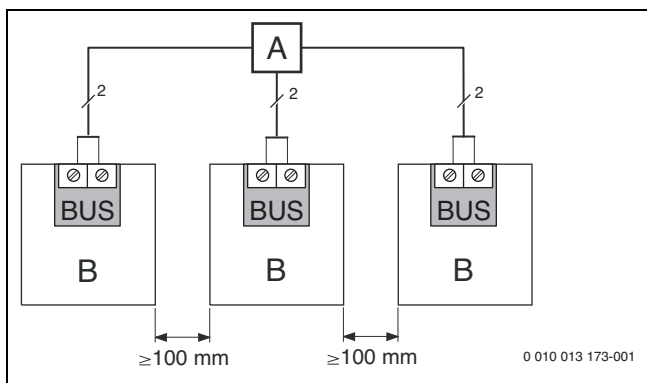

Bild 17 Verteilerdose anschließen
- ▶ BUS-Teilnehmer [B] über Verteilerdose [A] in Stern einführen (→ Bild 17), Anleitung der Bedieneinheit und der anderen Module beachten).